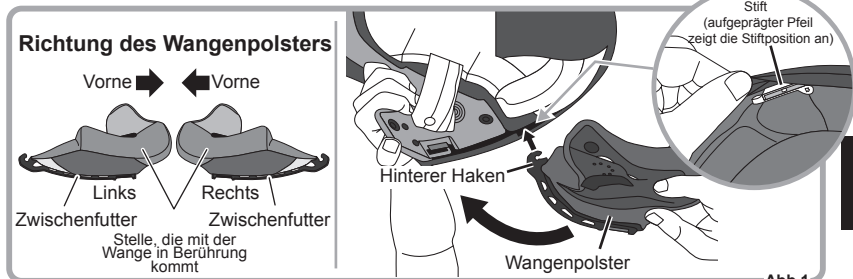

Abb.1
1. Überprüfen Sie die Seite der Wangenpolster. Haken Sie den hinteren Haken des Wangenpolsters in den Stift im Helminneren ein. (aufgeprägter Pfeil zeigt die Position des Stifts im Helminneren an). (Abb. 1)